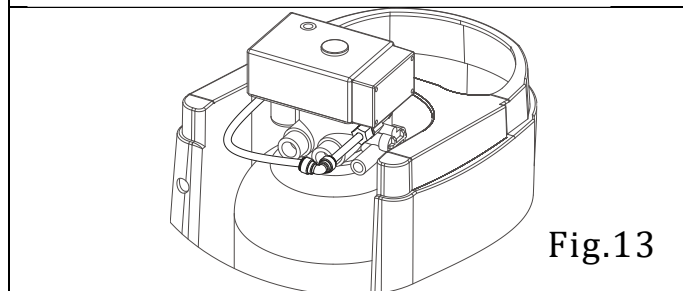

Fig.13
8.3. Fixez l'écrou sur le raccord de saumure. (Fig. 13)